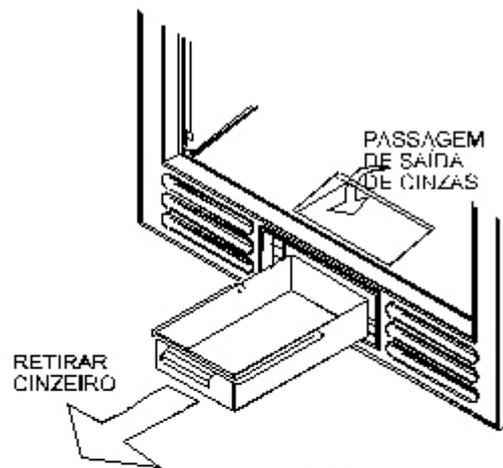

Fig. 16
- b) Ao girar o retentor de troncos, ficará livre a passagem do esvaziamento de cinza pelo que acederemos ao ventilador. Extrair o cinzeiro para deixar livre o acesso ao ventilador. (Fig. 16)